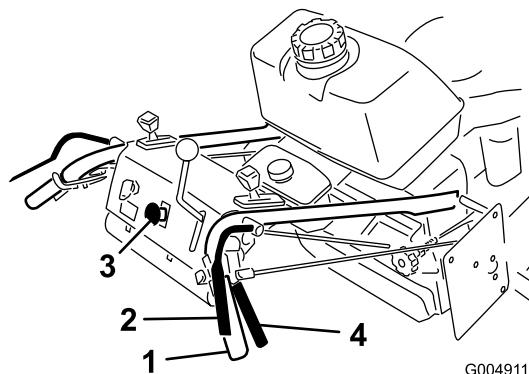

Figure 9
- Pour engager les lames, serrez les leviers de détection de présence de l'utilisateur (OPC) contre les poignées (Figure 9).
Relâchez les leviers de détection de présence de l'utilisateur (OPC) pour arrêter les lames (Figure 9).